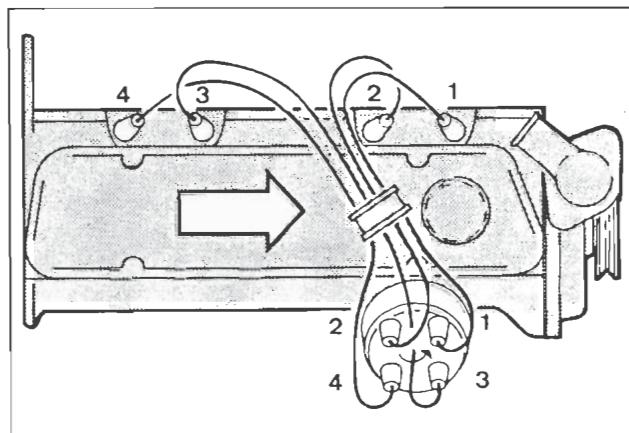

Fig. 5 - Tændkabler (tændingsrækkefølge).
2. Udluft prøveapparatet, indstil kurvebladet til næste cylinder og gentag den procedure, der er beskrevet i pkt. 1, på de øvrige cylindre. Monter tændrørerne og forbind tændledningerne, Fig. 5.